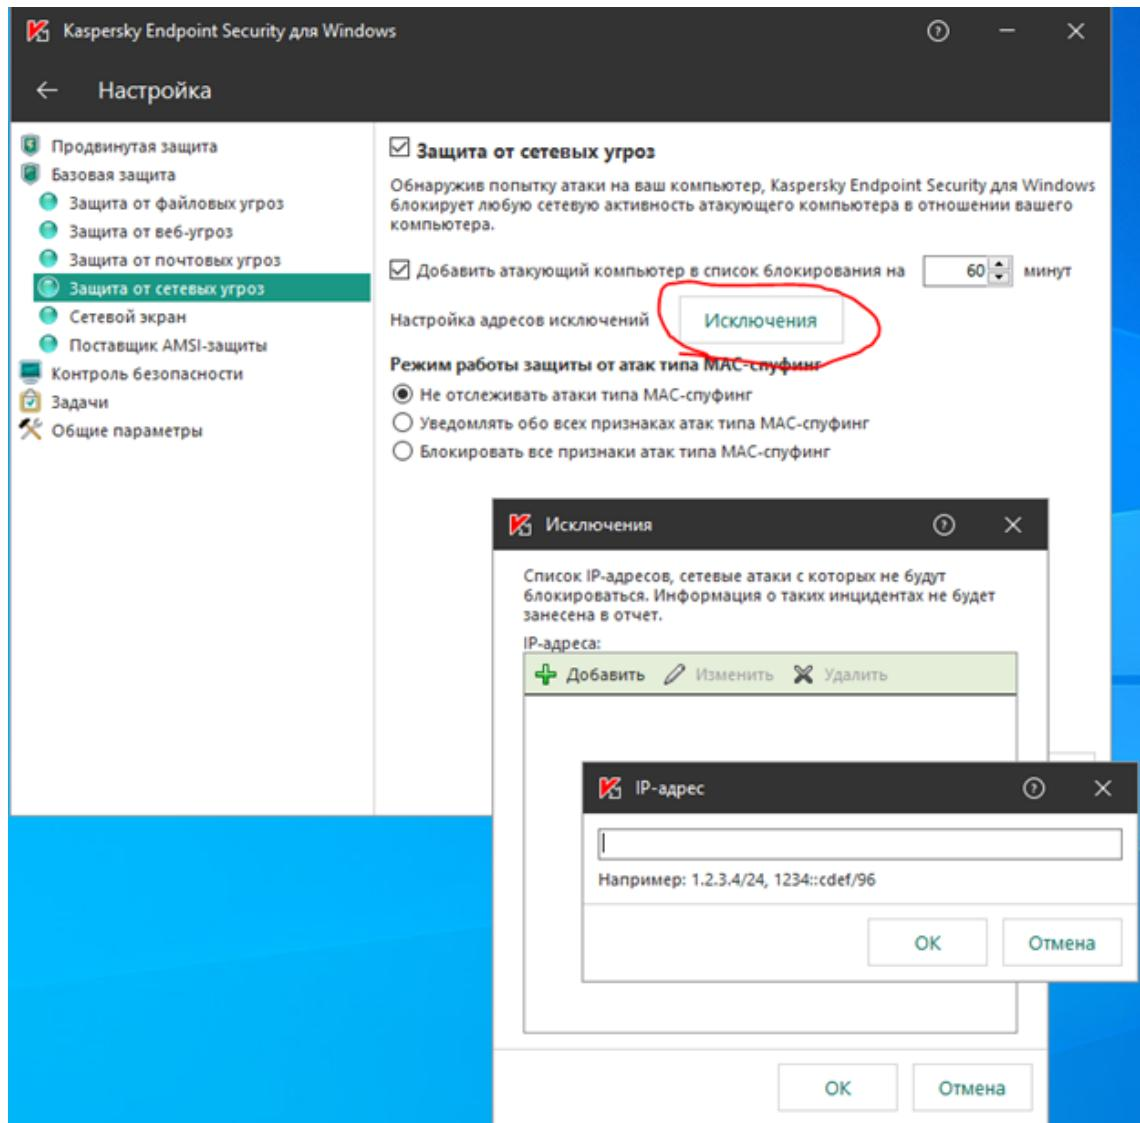

Рисунок 471 - Защита от сетевых угроз
- e. Добавьте адреса серверов SCADA и БД в список исключений на вкладке **Защита от сетевых угроз**. Также при установке антивируса на сервер Redkit убедитесь, что антивирус не обрывает соединения с другими компонентами системы. Если соединения нет, но оно появляется после отключения антивируса, то необходимо также внести адрес данного узла в список исключений (Рисунок 471).